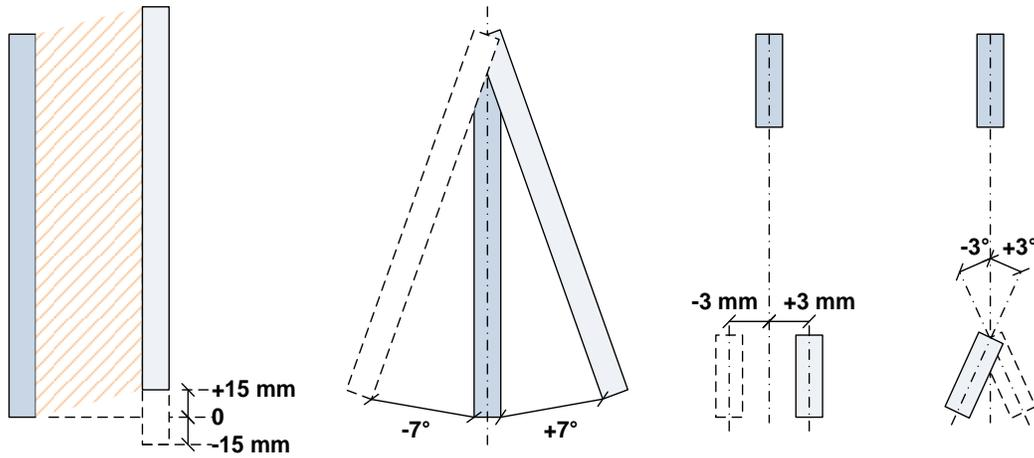

Fig.2 [IT] Disallineamento consentito / [EN] Allowed misalignment/ [FR] Désalignement autorisé
Le barriere devono essere in asse tra loro secondo i criteri in Fig.2;
The curtains must be aligned within each other according to Fig.2;
1. Fixer les antennes TX et RX pour couvrir l'entrée de l'ascenseur. Les antennes doivent être alignées comme indiqué en Fig.2 ;